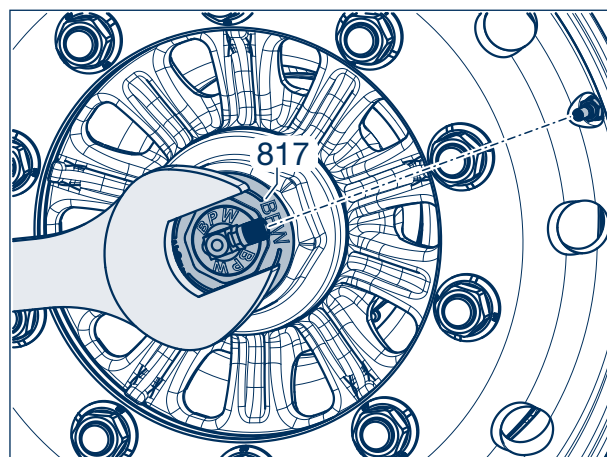

Bild 9
- [4] Vrid adaptern (817) med en nyckel (NV 55) eller en fjädertång tills rotorns skruvförband kan anslutas till ventilslangen (se bild 9).